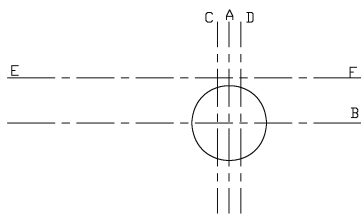

图 T7-8 绘制圆并偏移复制键槽轮廓线
- ① 将当前层设定为点划线层。
- ② 打开正交模式。
- ③ 通过直线命令绘制两条相交的点划线 A 和 B，如图 T7-8 所示。